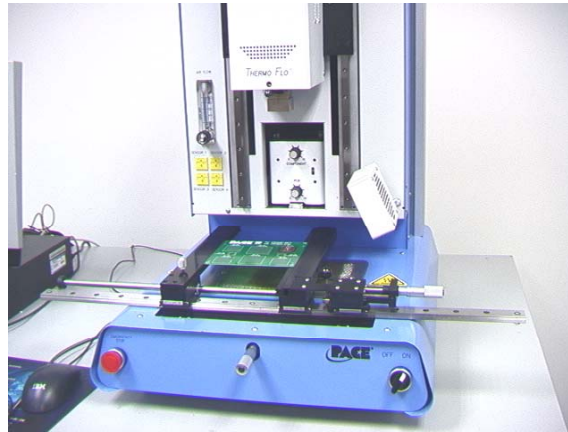

Figura 21
- v. Coloque la PCB entre los brazos del soporte para tarjetas y apriete el tornillo de retención. (Figura 21) Posicione la tarjeta de modo que la luz láser roja esté aproximadamente centrada sobre el componente. Para mover la tarjeta hacia adelante o hacia atrás, basta con desplazarla en los brazos. Para desplazar el conjunto a izquierda o derecha, empuje la manilla de liberación hacia delante y a continuación desplace el conjunto. Tire de la manilla de liberación hacia usted para asegurar el conjunto en posición. (Figura 21)